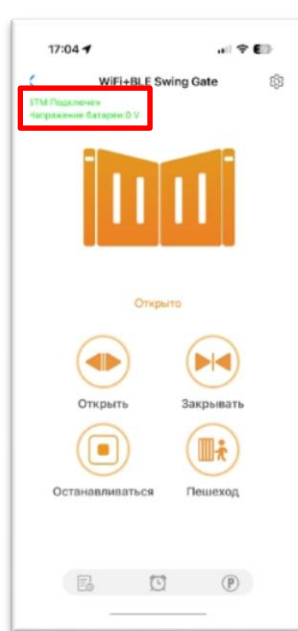

Рисунок 7
- ★ Когда устройство находится офлайн или у телефона нет доступа к сети, если пользователь находится в радиусе 10 метров от устройства и откроет приложение, оно автоматически переключится в режим Bluetooth для управления устройством. (Рис. 7)